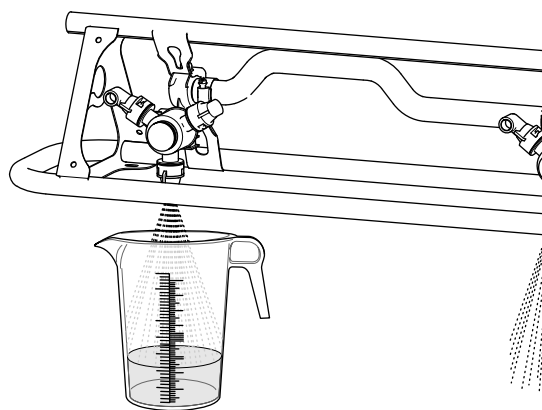

Figura 82
6. Coloque o recipiente de recolha sob o bico antes de ligar as secções (Figura 82).
8. Realize o teste de recolha durante, pelo menos, 15 segundos ou mais em um dos bicos (Figura 82).